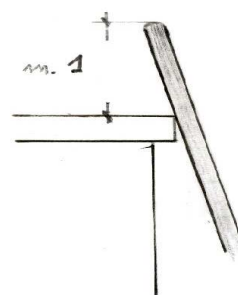

Fig. 19
- in caso di accesso in altra quota scegliere la lunghezza della scala in maniera che essa debba sporgere per almeno 1 metro oltre il livello d'accesso, a meno che altri dispositivi garantiscano una presa sicura (Fig. 19);